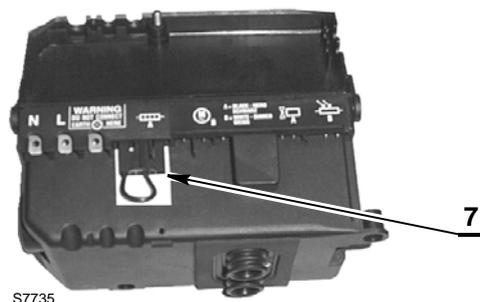

Fig. 22
- Si le réchauffeur est endommagé, introduire le pont 7) (Fig. 22) dans le coffret de sécurité pour que le brûleur fonctionne sans réchauffeur jusqu'à ce que le réchauffeur soit remplacé.
En pièce de rechange le coffret est livré avec le pont 7) (Fig. 22) en place.